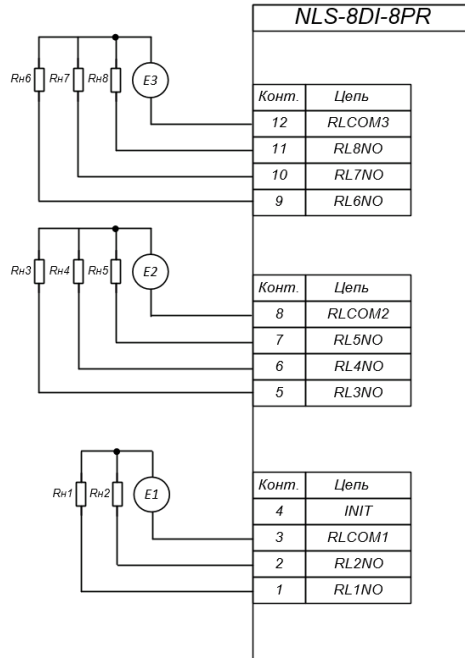

Рис. 4.10. Применение модуля NLS-8DI-8PR для управления нагрузкой
Дискретные выходы модуля выполнены на основе реле с нормально разомкнутыми контактами (NO) и имеют максимальный ток выхода 5 А /  $\approx$ 30 В 5 А /  $\sim$ 250 В и максимальный ток нагрузки 5 А на каждый канал. Схема подключения нагрузки к релейным выходам модуля приведена на рис. 4.10.